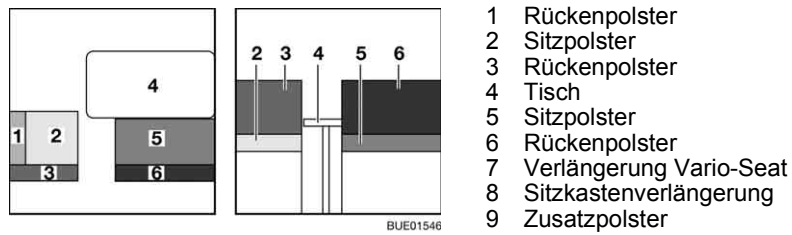

Bild 142 Vor dem Umbau
- Tisch (Bild 142,4) zum Bettunterbau umbauen (siehe Abschnitt 6.12).
- Das Rückenpolster (Bild 142,1) entfernen und beiseite legen.